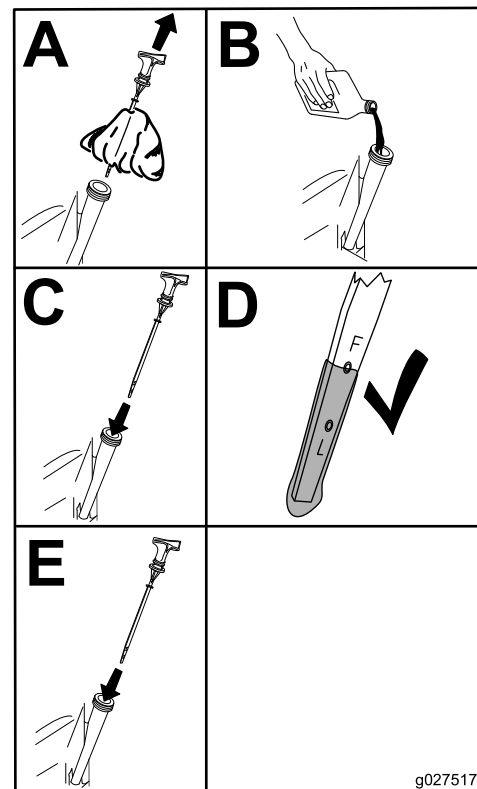

Figura 30
5. Vierta lentamente un 80% aproximadamente de la cantidad especificada de aceite por el tubo de llenado (Figura 30).